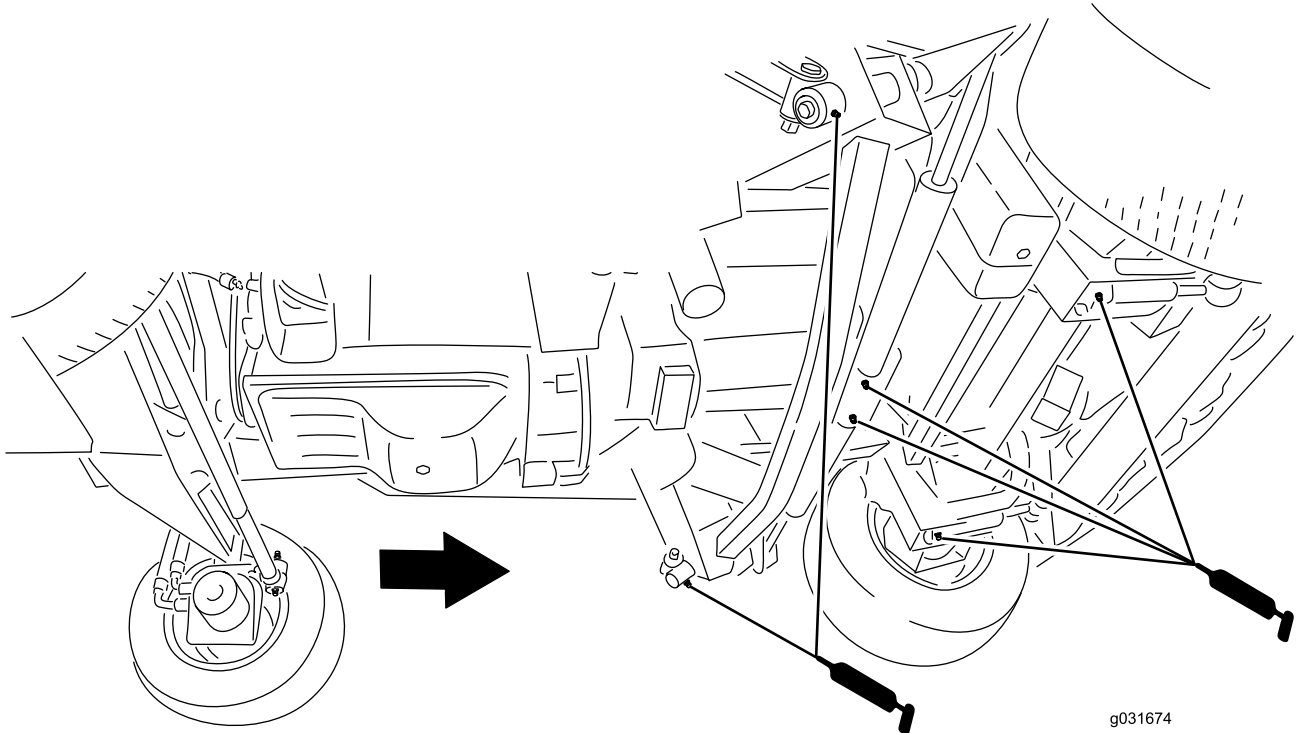

Figure 80
- 2 bras d'impact (Figure 80)
- 2 pivots de vérins de levage de tablier avant (Figure 80)
- 2 pivots de vérins de levage de tabliers latéraux (Figure 80)